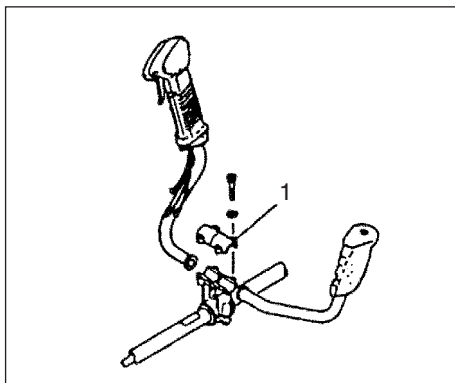

Fig.1-3
Fjern håndtakfestet (1) fra monteringen. (Fig.1-3)